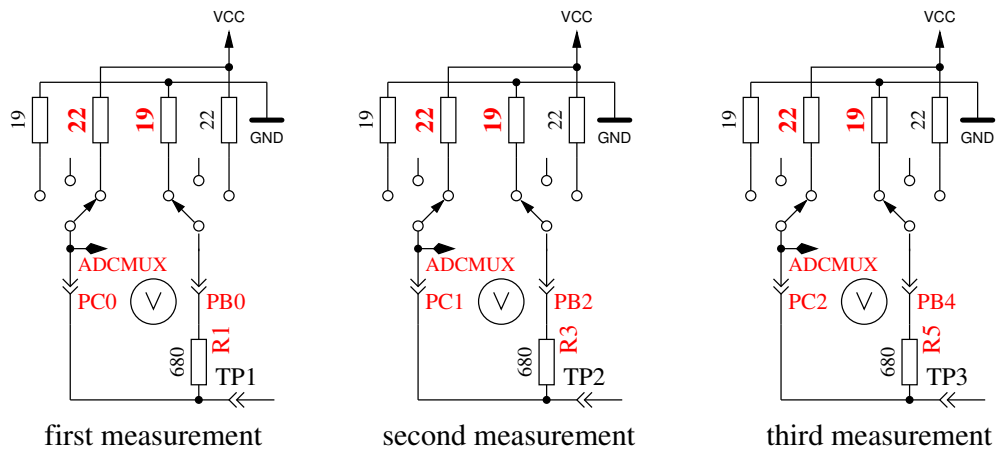

Abbildung 5.54: Messung des Innenwiderstandes des auf VCC geschalteten Port-C-Ausgängen.
9. **Messung des Innenwiderstandes von auf VCC geschalteten Port-Ausgängen.** Der benötigte Strom wird von auf GND geschalteten 680Ω-Widerständen geliefert. Es ist die gleiche Messung wie die in Test 8 zur anderen Seite, wie in Abbildung 5.54 gezeigt wird. Der Innenwiderstand wird wie folgt berechnet: Um den Strom zu berechnen: $(5001 - (\text{ErgebnisvonTest8}) - (\text{ErgebnisvonTest9}))/680$. Die Widerstandswerte ergeben sich, wenn die gemessene Spannung durch diesen Strom dividiert wird. Das Ergebnis für diesen Test wird dann in Zeile 1 mit dem Text „RI_Hi=“ in Ω angezeigt, der Innenwiderstand zur GND-Seite wird in Zeile 2 mit dem Text „RI_Lo=“ angezeigt. Diese Werte werden ab Software-Version 1.06k bei jeder Messung neu bestimmt und hier nur dargestellt.